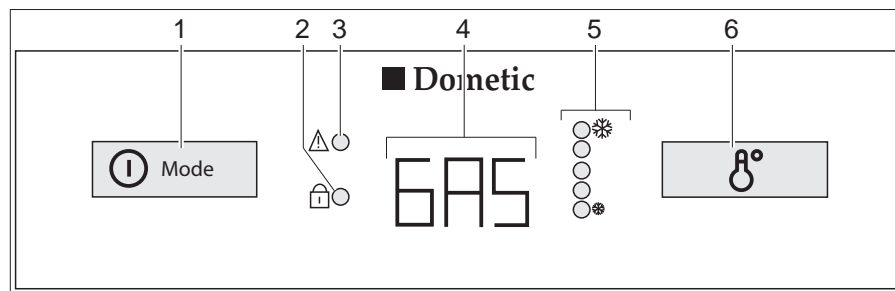

Fig. 227 Boutons de commande pour le réfrigérateur (Dometic Série 8 avec AES)
En cas de dysfonctionnement, l'indicateur DEL de dysfonctionnement "⚠" (Fig. 227,3) clignote.
Lorsque l'alimentation 230 V n'est **pas** branchée et le moteur du véhicule est à **l'arrêt**, le AES choisira automatiquement l'alimentation en gaz. Dès que le fonctionnement au gaz est activé, la veilleuse de sécurité s'ouvre automatiquement, de sorte que le gaz peut arriver au brûleur. En même temps, l'allumage électronique est connecté. Si la flamme s'éteint, p. ex. en raison d'un courant d'air, l'allumage s'active automatiquement et rallume le gaz. En cas de dysfonctionnement du régime au gaz, le texte "GAS" clignote dans le voyant de contrôle (Fig. 227,4).
Lorsque le réfrigérateur est mis en marche, il choisit automatiquement la température moyenne du thermostat. Ce réglage peut cependant être corrigé manuellement à l'aide d'interrupteur réglage de la température (Fig. 227,6). Les indicateurs DEL (Fig. 227,5) indiquent le réglage du thermostat sélectionné. La température de réfrigération de tous les trois types d'énergie est réglée par le même interrupteur. Il faudra attendre quelques heures jusqu'à ce que le réfrigérateur ait atteint sa température normale de réfrigération. Il garde toutefois son réglage de température lorsqu'on change d'un mode à un autre. La température de réfrigération est maintenue indépendamment du type d'énergie choisi.
- Appuyer sur le commutateur/sélecteur de source d'énergie (Fig. 227,1) pendant 2 secondes pour mettre l'appareil en marche. Le dernier mode de fonctionnement sélectionné est indiqué dans le voyant de contrôle (Fig. 227,4).
- Choisir le type d'énergie à l'aide du commutateur/sélecteur de source d'énergie (Fig. 227,1).
- Régler la température de refroidissement sur l'interrupteur de réglage de la température (Fig. 227,6). Les indicateurs DEL (Fig. 227,5) indiquent le réglage du thermostat sélectionné.
- Appuyer pendant 2 secondes sur le commutateur/sélecteur de source d'énergie (Fig. 227,1). Tous les indicateurs s'éteignent.